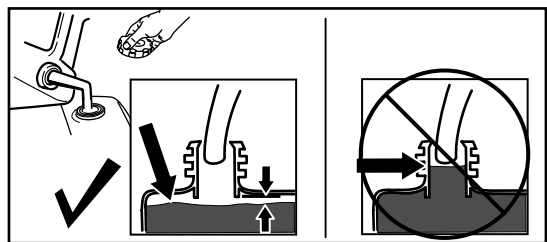

Рисунок 10
- Заправляйте топливный бак чистым стандартным бензином, не содержащим тетраэтилсвинца, используя заправочную станцию заслуживающего доверия поставщика горючего (Рисунок 10).